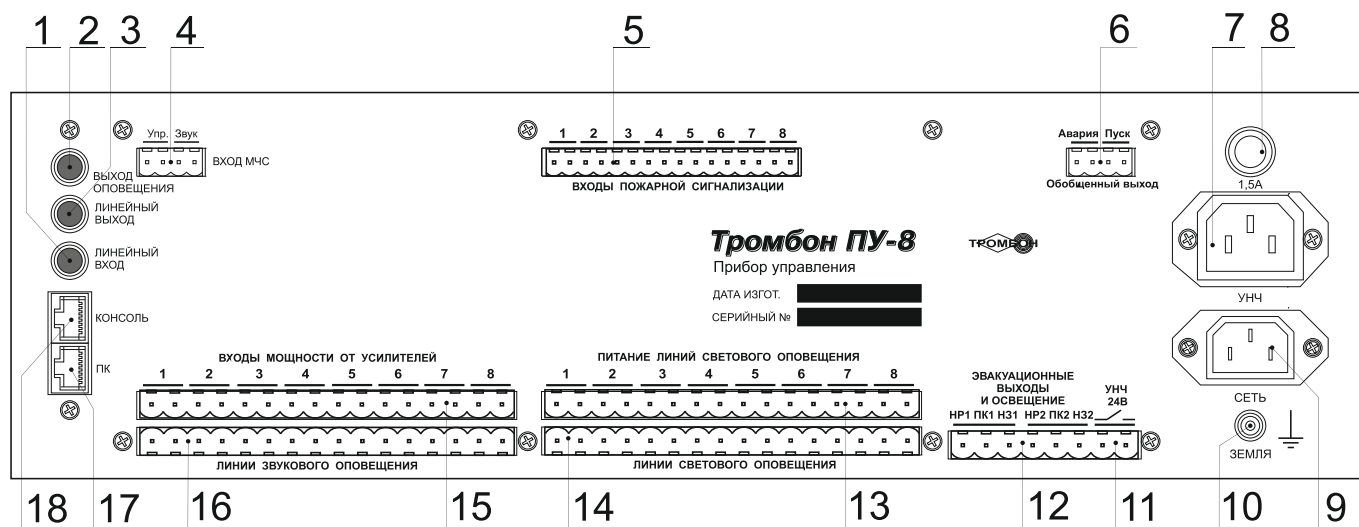

Рис. 2. Прибор управления «Тромбон ПУ-8», вид со стороны задней панели.
Прибор «Тромбон ПУ-8» имеет 8 входов пожарной сигнализации (рис. 2, поз. 5) для подключения к выходам ППКП (прибора приемного контрольного пожарного). Выходы ППКП могут быть релейным или типа «открытый коллектор».
5.4.2. Цифровое подключение к сопряженной комплексной системе безопасности через последовательный порт «ПК» с интерфейсом RS485 (рис. 2 поз. 17). Подключение выполняется кабелем «Витая пара». Назначение контактов последовательного порта «ПК» приведено в Приложении 3.
Прибор имеет специальный «ВХОД МЧС» (рис. 2, поз. 4). Вход предназначен для стыковки с блоком централизованного запуска системы оповещения МЧС (БЦЗ системы П-166 или аналогичными). Вход выполнен в виде 4-х контактного разъема. Контакты «Упр.» данного разъема – это логический вход
Для подключения удаленных консолей предназначен специальный порт «КОНСОЛЬ» (рис. 2, поз. 18). Порт выполнен в виде 8 - контактного разъема типа RJ45. К нему можно подключать до 8-и адресных удаленные консоли типа «Тромбон УК».
- Разъем «ЛИНЕЙНЫЙ ВХОД» (рис. 2, поз. 1) предназначен для подключения к прибору источника музыкальных программ. Вход стереофонический, используется только в режиме звукового вещания. Максимальное входное напряжение сигнала на данном входе – 250 мВ.
- Разъем «ВЫХОД ОПОВЕЩЕНИЯ» (рис. 2, поз. 2) предназначен для подключения звуковых сигналов от прибора к входу «Оповещения» усилителя мощности. Сопротивление входа усилителя должно быть не менее 600 Ом. Максимальное напряжение звукового сигнала на данном выходе прибора – не более 250 мВ. Схема подключения к усилителю мощности приведена в Приложении 6.
- Разъем «ЛИНЕЙНЫЙ ВЫХОД» (рис. 2, поз. 3) предназначен для подключения стереофонических звуковых сигналов от прибора к входам усилителей мощности. Выход используется при необходимости реализации на объекте стереофонического вещания, например, для озвучивания кафе. Напряжение звукового сигнала на данном выходе не более 250 мВ.
- Разъем «ЛИНИИ ЗВУКОВОГО ОПОВЕЩЕНИЯ» (рис. 2, поз. 16) предназначен для подключения линий связи со звуковыми оповещателями. Всего прибор имеет выходы для подключения восьми линий связи со звуковыми оповещателями с обеспечением контроля исправности. Контроль исправности может быть отключен программно. Схема подключения линий звукового оповещения к прибору управления «Тромбон ПУ-8» приведена в Приложении 6.
- Разъем «ВХОД МОЩНОСТИ ОТ УСИЛИТЕЛЕЙ» (рис. 2, поз.15) предназначен для подключения звуковых сигналов с выходов усилителей мощности. У прибора имеется 8 независимых входов (по одному для каждой зоны). К данным входам прибора допускается подключение усилителей мощности с выходными напряжениями от 15 до 240 В, в зависимости от характеристик выбранных звуковых оповещателей. Прибор позволяет использовать для разных зон разные усилители, а также выходы усилителя с разными напряжениями. Схема подключения линий звукового оповещения и выходов усилителей мощности к прибору управления «Тромбон ПУ-8» приведена в Приложении 6.
- Разъем «ВХОД ПИТАНИЯ ЛИНИЙ СВЕТОВОГО ОПОВЕЩЕНИЯ» (рис. 2, поз. 13) предназначен для подключения источников питания световых оповещателей. В приборе допускается использование для разных линий оповещения источников питания с разными напряжениями от 12 В до 220В, в зависимости от выбранных типов световых оповещателей. Схема подключения источников питания и световых оповещателей к ПУ приведена в Приложении 7.
- Разъемы «Линии светового оповещения» (рис. 2, поз. 14) предназначен для подключения линий связи со световыми оповещателями. Прибор обеспечивает контроль исправности линий связи. Контроль исправности может быть отключен программно. Схема включения линий светового оповещения приведена в Приложении 7.
5.10. Подключение эвакуационного освещения и замков эвакуационных выходов выполняется через разъем «ЭВАКУАЦИОННЫЕ ВЫХОДЫ И ОСВЕЩЕНИЕ» (рис. 2, поз. 12).
5.11. Разъем «Обобщенный выход» «Авария» и «Пуск» (рис. 2, поз. 6). На данный разъем выведены контакты двух реле. Контакты реле «Авария» замыкаются при обнаружении в системе оповещения неисправностей. Контакты реле «Пуск» замыкаются в режимах «Тревога», «Экстренный запуск» или «Трансляция МЧС».
5.12. Клемма «ЗЕМЛЯ» (рис. 2, поз. 10) предназначена для подключения прибора к контуру заземления здания.
5.13. Разъем «СЕТЬ» (рис. 2, поз. 9) предназначен для подключения прибора к сети питания переменного тока 220-230 В 50 Гц.
5.14. Разъем «УНЧ» (рис. 2, поз. 7) предназначен для подключения питания 220-230 В на усилитель мощности. Напряжение на этом разъеме появляется при переходе прибора из «Дежурного режима» в режимы «Тревога», «Экстренный запуск», «Трансляция МЧС», «Звуковое вещание» или «Звуковое вещание от удаленной консоли». В зависимости от мощности и количества усилителей в системе оповещения подключение питания к ним возможно двумя способами:
5.15. Подключение резервного питания 24 В на усилитель мощности выполняется через разъем «Питание УНЧ 24В» (рис. 2, поз. 11). Контакты этого разъема замыкаются через реле при переходе прибора из «Дежурного режима» в режимы «Тревога», «Экстренный запуск», «Трансляция МЧС» или «Звуковое вещание от удаленной консоли». Для режима «Звуковое вещание» использование источников резервного питания 24 В не предусмотрено. Схема управления питанием одного усилителя мощности с одним блоком резервного питания приведена в Приложении 9. Схема управления питанием нескольких усилителей мощности с несколькими блоками резервного питания приведена в Приложении 10.
Звуковые сигналы, подаваемые на «ЛИНЕЙНЫЙ ВХОД» прибора (рис. 2, поз 1), коммутируются на: «ВЫХОД ОПОВЕЩЕНИЯ» и «ЛИНЕЙНЫЙ ВЫХОД» (рис. 2, поз 2, 3).
- 1) обнаружении «Командного сигнала» от ППКП (замыкания) на любом из «ВХОДОВ ПОЖАРНОЙ СИГНАЛИЗАЦИИ» прибора (рис. 2, поз 5);
- 2) поступлением «Командного сигнала» от ППКП или сопряженной с прибором комплексной системы безопасности через последовательный порт «ПК» (специальная команда с информацией о возгорании в конкретной зоне) (рис. 2, поз. 17);